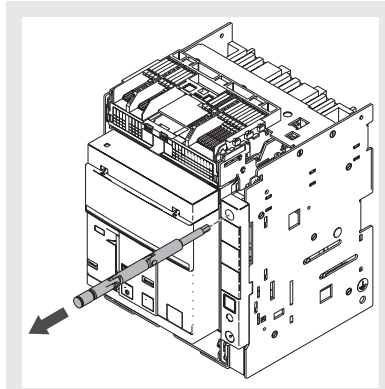

Figure 33
4. Extraire la manivelle de sectionnement de son logement. Voir Figure 33.